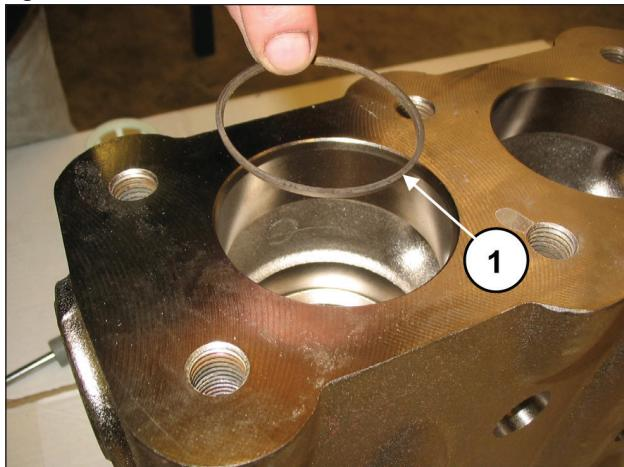

Fig. 102
Inserire l'anello antiestrusione, pos. esploso n. 4 (pos. ①, Fig. 102).